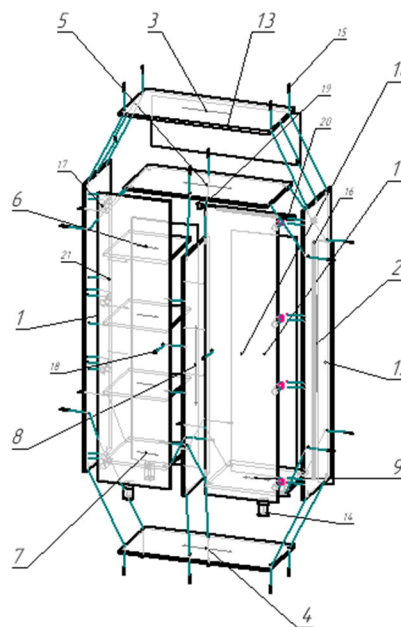

Рис.1 Схема сборки корпуса
6. Прикрепить к боковине правой (2) и перегородке (8) карман вешала (19) саморезами 4x16 (22) согласно рисунку 4. Установить штангу (20) в карман вешала (19).
7. Вставить полкодержатели (21) в отверстия на боковине левой (1) и перегородке (8). Установить полки съёмные (6) на полкодержатели (21) (рисунок 1).
8. Приклеить заглушки самоклеящиеся (24).